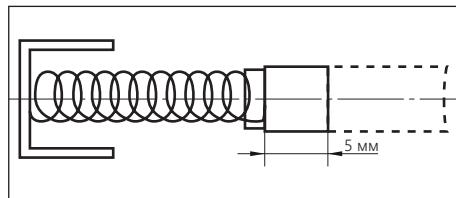

Рисунок 23.
- замените щетку, если пружина повреждена или графитовая поверхность изношена (длина менее 5 мм (рис. 23));